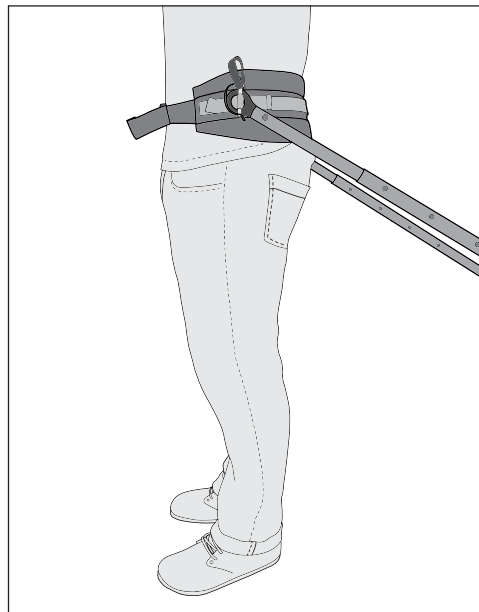
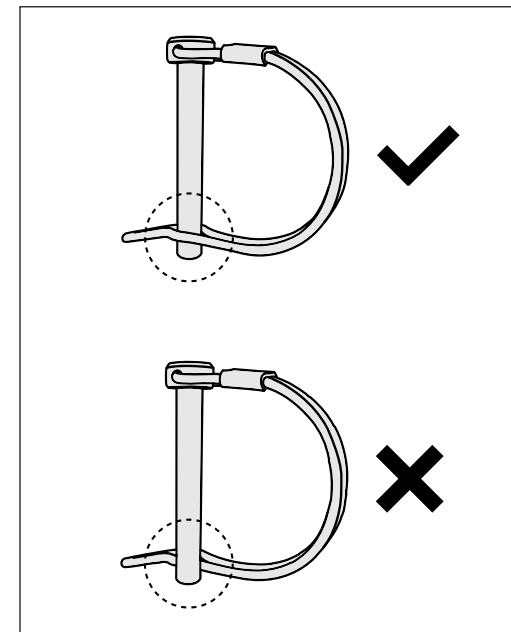

Abbildung 4
Abbildung 5
6. Um den Zugstock am Gurt zu befestigen, öffnen Sie die Haltestifte am Hüftgurt. Es gibt je drei Gurtschlaufen auf beiden Seiten des Hüftgurts. Wählen Sie die Gurtschlaufe, mit der sich die Kunststofföse mittig auf die Hüfte bringen lässt (Abbildung 4). Ziehen Sie die gewünschte Gurtschlaufe durch die schwarze Kunststofföse am Zugstock. Schieben Sie den Haltestift durch die Gurtschlaufe, sodass er auf der Kunststofföse zu liegen kommt, und schließen Sie den Haltestift, um den Zugstock am Gurt zu befestigen (Abbildung 5). Wiederholen Sie diese Schritte auf der anderen Seite.